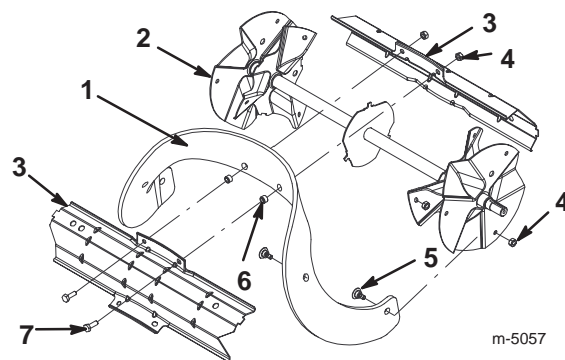

Figure 14
1. Enlevez les quatre vis Torx et les quatre contre-écrous qui fixent les bords extérieurs de la pale à l'ensemble turbine (Fig. 14).
2. Enlevez les 2 vis à tête hexagonale et les 2 contre-écrous qui fixent le centre de la pale au rotor (Fig. 14).
3. Déposez la pale en la faisant coulisser entre les pièces du rotor (Fig. 14).
3. Fixez la pale aux parties du rotor à l'aide des 2 vis à tête hexagonale et des 2 contre-écrous enlevés précédemment. Placez la tête des vis sur le côté épais de la pale (Fig. 14 et 15).
4. Courbez la pale et fixez-la avec les vis Torx et contre-écrous restants, en plaçant la tête des vis sur le côté épais de la pale (Fig. 14 et 15).